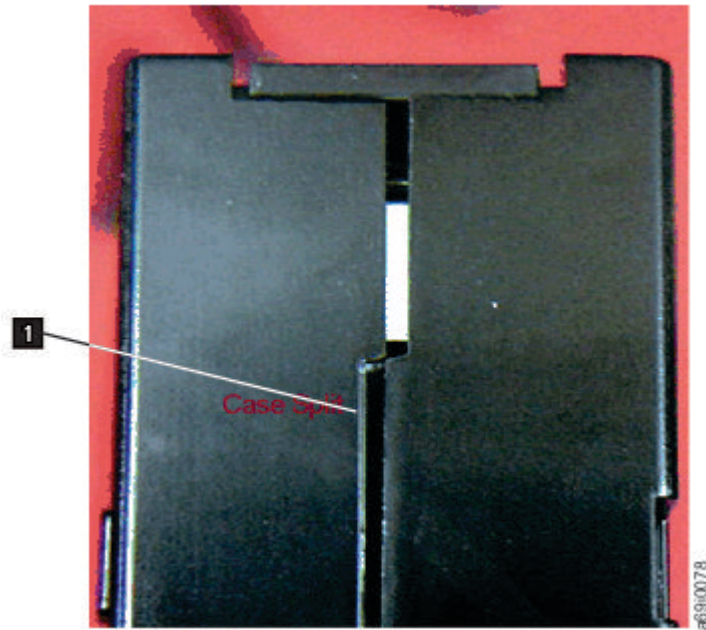

図 91. カートリッジの継ぎ目のすき間の検査
- カートリッジの背面 (テープ・ロード格納機構に最初にロードする部分) を検査して、カートリッジ・ケースの継ぎ目にすき間がないことを確認します。継ぎ目にすき間がある場合 (172 ページの図 91 を参照)、先行ピンが外れている可能性があります。